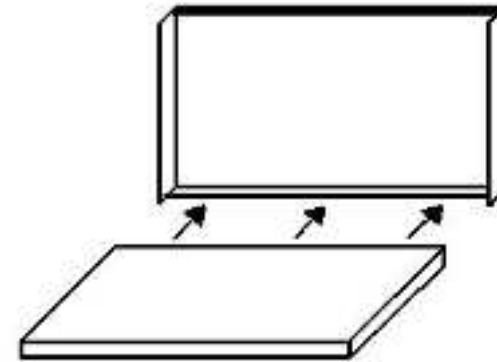

Рис. 1
1. Соедините между собой полку и заднюю стенку (рис. 1).